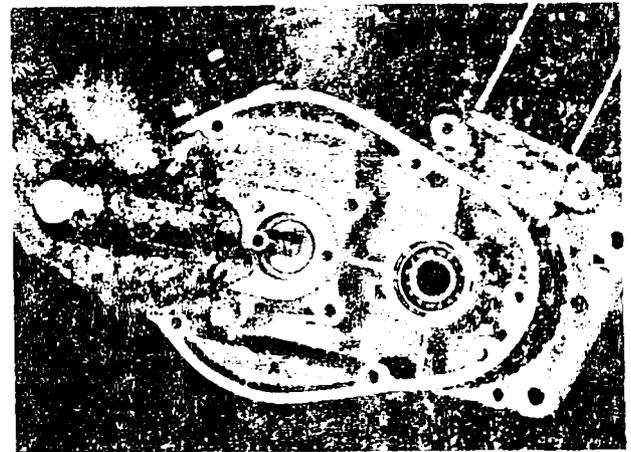

Bild 14. Heraustreiben der Getriebevelen samt Lagern mittels Hohldorn
29. Kupplungs- und Antriebswelle samt Lagern mittels Hohldorn bzw. passendem Rohrstück aus Gehäusehälften herausdrücken (Bild 14).